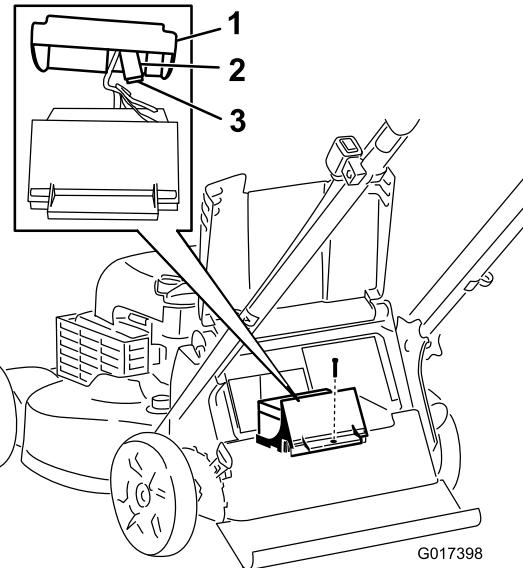

Figura 31
3. Retire el tornillo que sujetá el compartimento de la batería, tire de la batería hacia fuera y localice el fusible (Figura 31).
4. Cambie el fusible del portafusibles (Figura 31).